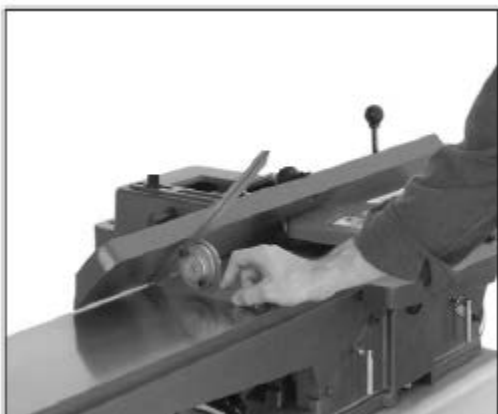

Рис. 16
1. Угольником под 45° отрегулировать параллельный упор в положение под 45° вовнутрь, как показано на рис. 16.